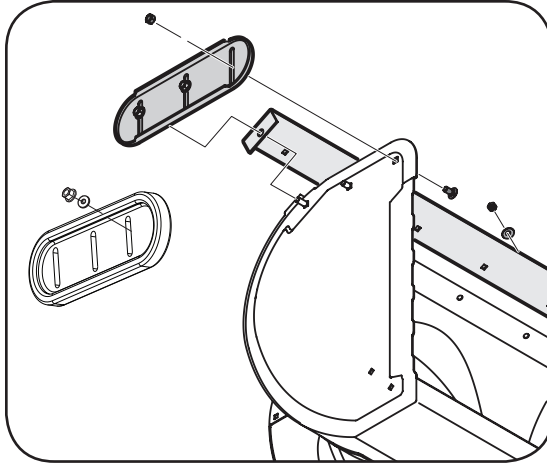

Figure 22
2. Remontez les nouveaux patins avec la boulonnerie enlevé précédemment. Assurez-vous que les patins sont ajustés pour être au niveau. Voir la Figure 22.